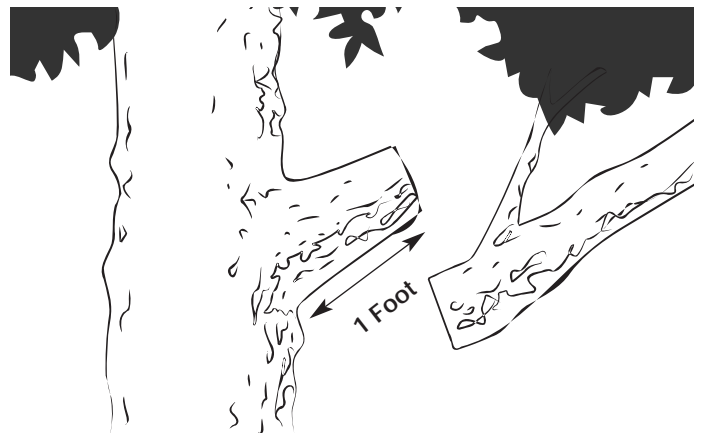

Fig. 8
2. Haga el primer corte a treinta (30) centímetros de donde hará el corte final (Fig. 8)